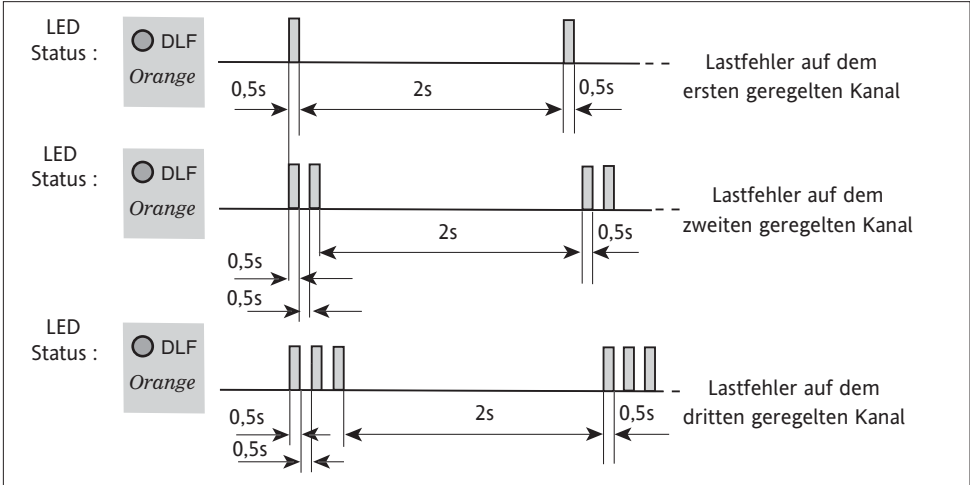

Abbildung 3-2 Signalisierung der Position des Lastfehlers über die 'DLF' LED
- Die DLF Anzeige blinkt in bestimmter Weise, um den Kanal zu identifizieren, auf dem der Lastfehler aufgetreten ist (Abbildung 3-2). Die DLF Option ist mit SWIR Lasten nicht UL geprüft.
In Abbildung 3-2 sehen Sie **drei verschiedene Blinkfrequenzen** bei einem Lastfehler auf einem der Thyristor Kanäle.